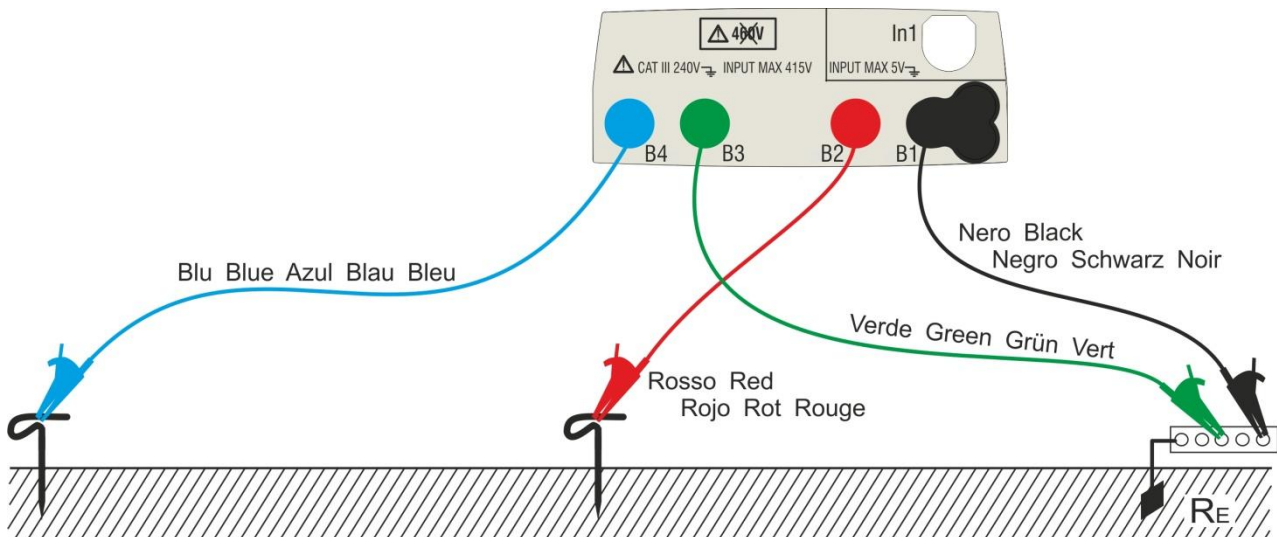
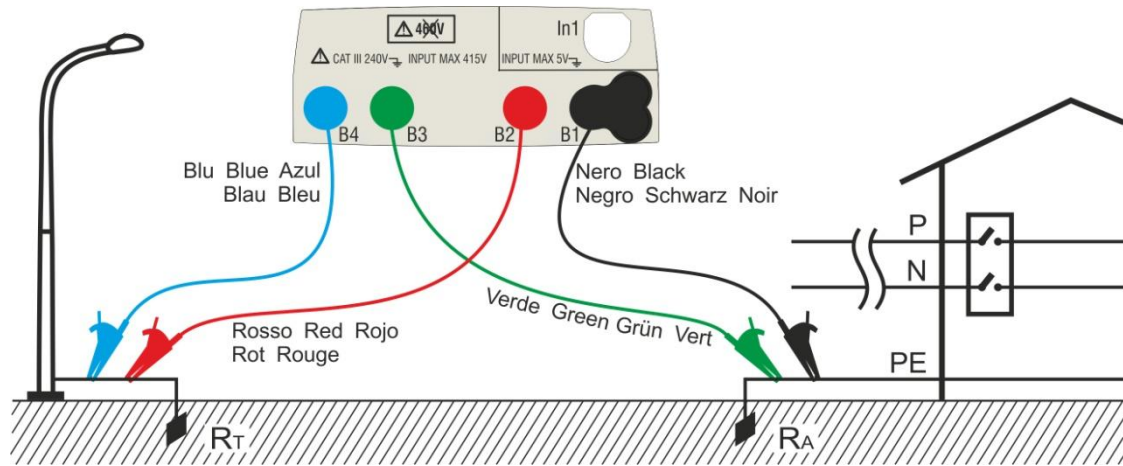
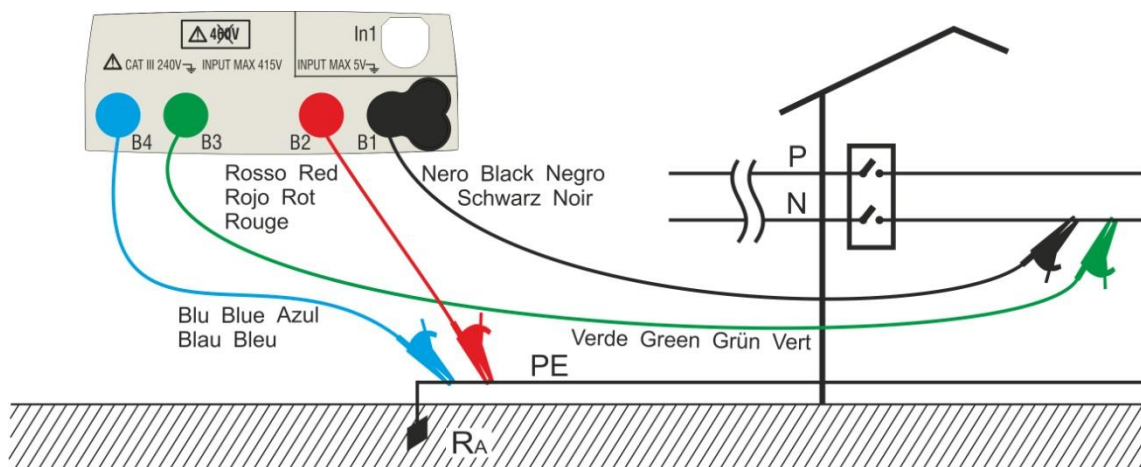

Fig. 25: Medição da resistência de terra com 3 fios
Fig. 26: Medição da resistência de terra com 2 fios com ponteira auxiliar
Fig. 27: Medição da resistência de terra com 2 fios do quadro de alimentação
- 12 Ligar os crocodilos às ponteiros auxiliares e à instalação em exame de acordo com a Fig. 25, Fig. 26, Fig. 27 ou Fig. 28.